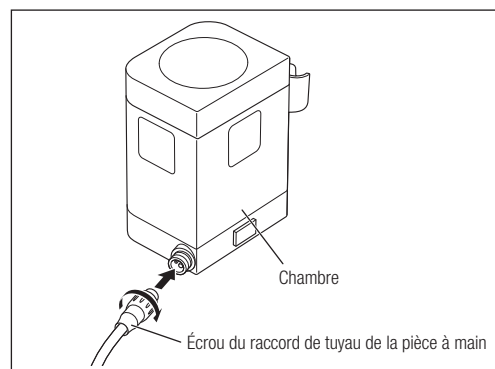

Fig. 7
- 2) Insérez le raccord du tuyau de la pièce à main de manière à ce qu'il pénètre correctement dans l'orifice de la prise qui lui est destinée et serrez son écrou (Fig. 7).